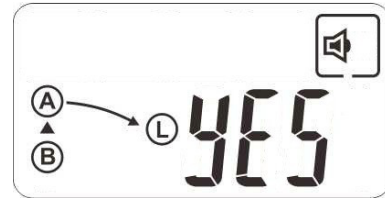

Fig. 9. Ecrã de pedido de confirmação de transferência.
- Mantenha pressionada a tecla (b) do painel de controlo durante 2 s no mínimo até escutar dois sinais acústicos breves. Será mostrado o ecrã da ilustração da Fig. 9. Para confirmar a transferência, carregue de novo durante mais de 2 s na tecla (b) do painel de controlo. O sistema comutará sobre a «ENTRADA B» a alimentação da carga na condição de que a tensão e/ou frequência